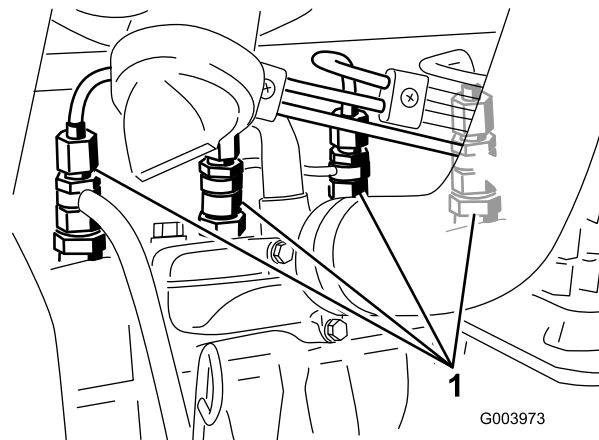

図 49
1. 燃料噴射ポンプの No. 1インジェクタノズル（図 49）へのパイプ接続部をゆるめる。